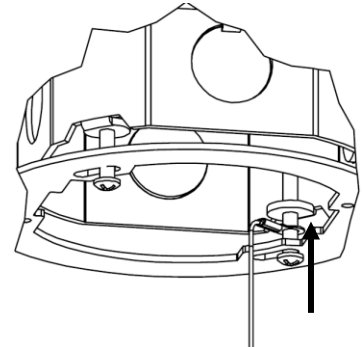

Figura 5: Método B
- B) Pase el ojal de amarre a través del tornillo **ANTES de fijar la placa de montaje a la caja de conexión**. Asegúrese de que el ojal de amarre esté colocado entre la placa de montaje y la caja de conexión, como se muestra en la *Figura 5*.